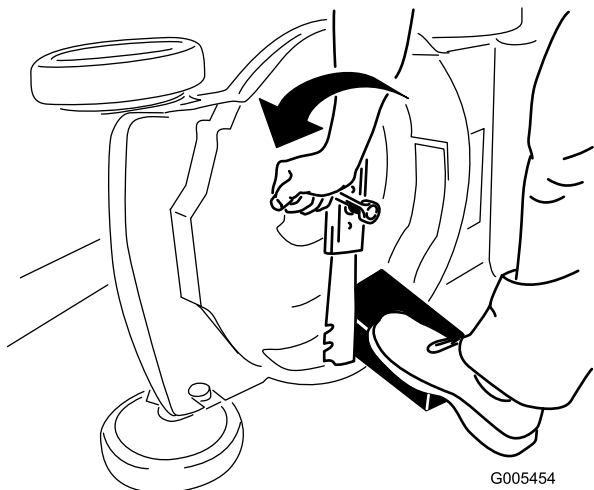

Рисунок 29
3. Используйте деревянную подкладку для неподвижного удерживания ножа (Рисунок 29).
4. Снимите нож, сохранив все крепежные детали (Рисунок 29).